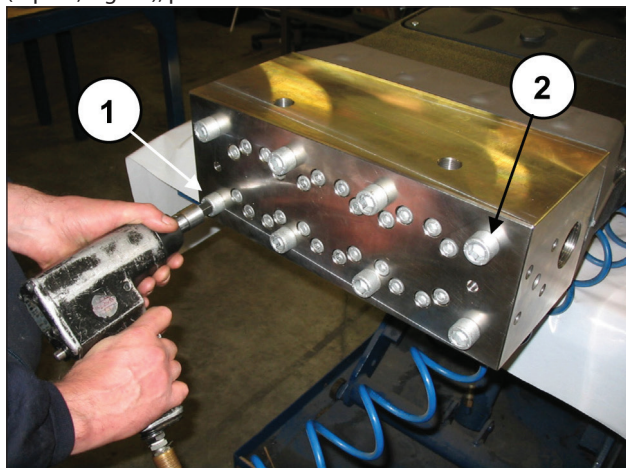
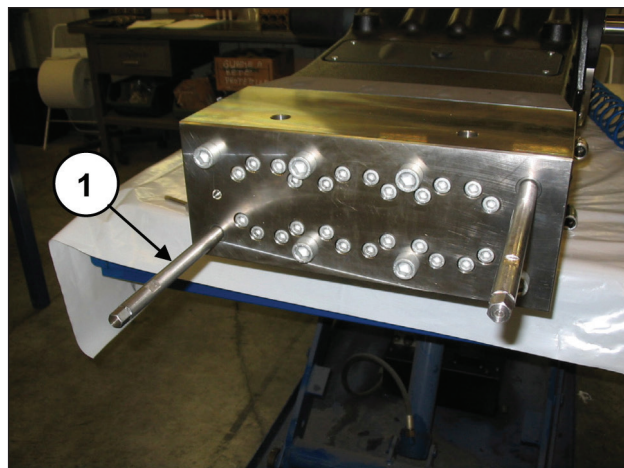

Fig. 97
Fig. 98
Dévisser deux vis de fixation de la culasse M16x320 diamétralement opposées (rep. ① et ②, Fig. 97), en les remplaçant par deux vis-goupille de service (réf.27540200) (rep. ①, Fig. 98), puis enlever les autres vis.